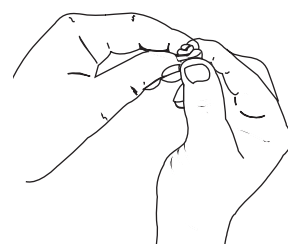

Fig. 26
5. Pressez le filtre pour répartir et drainer l'excédent d'huile (Fig. 26).